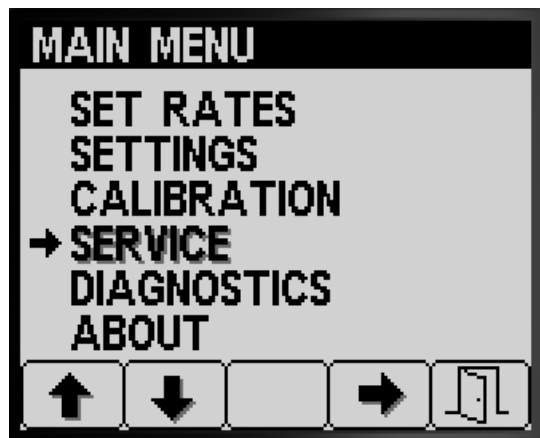

図 79
1. SERVICE画面へ行くには、メインメニューでボタン2を何度か押します 図 79 メインメニュー画面へのアクセス (ページ 3)を参照。
2. ボタン 4 を押してSERVICEのサブメニューを選択する 図 79。